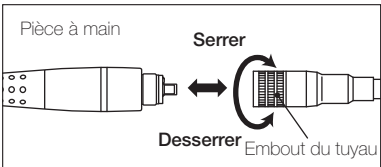

Fig. 2
- 1) Insérez la turbine dans le connecteur du cordon et serrez l'embout du cordon. (Fig. 2)
- Desserrez l'embout du cordon et enlevez-le du cordon. (Fig. 2)